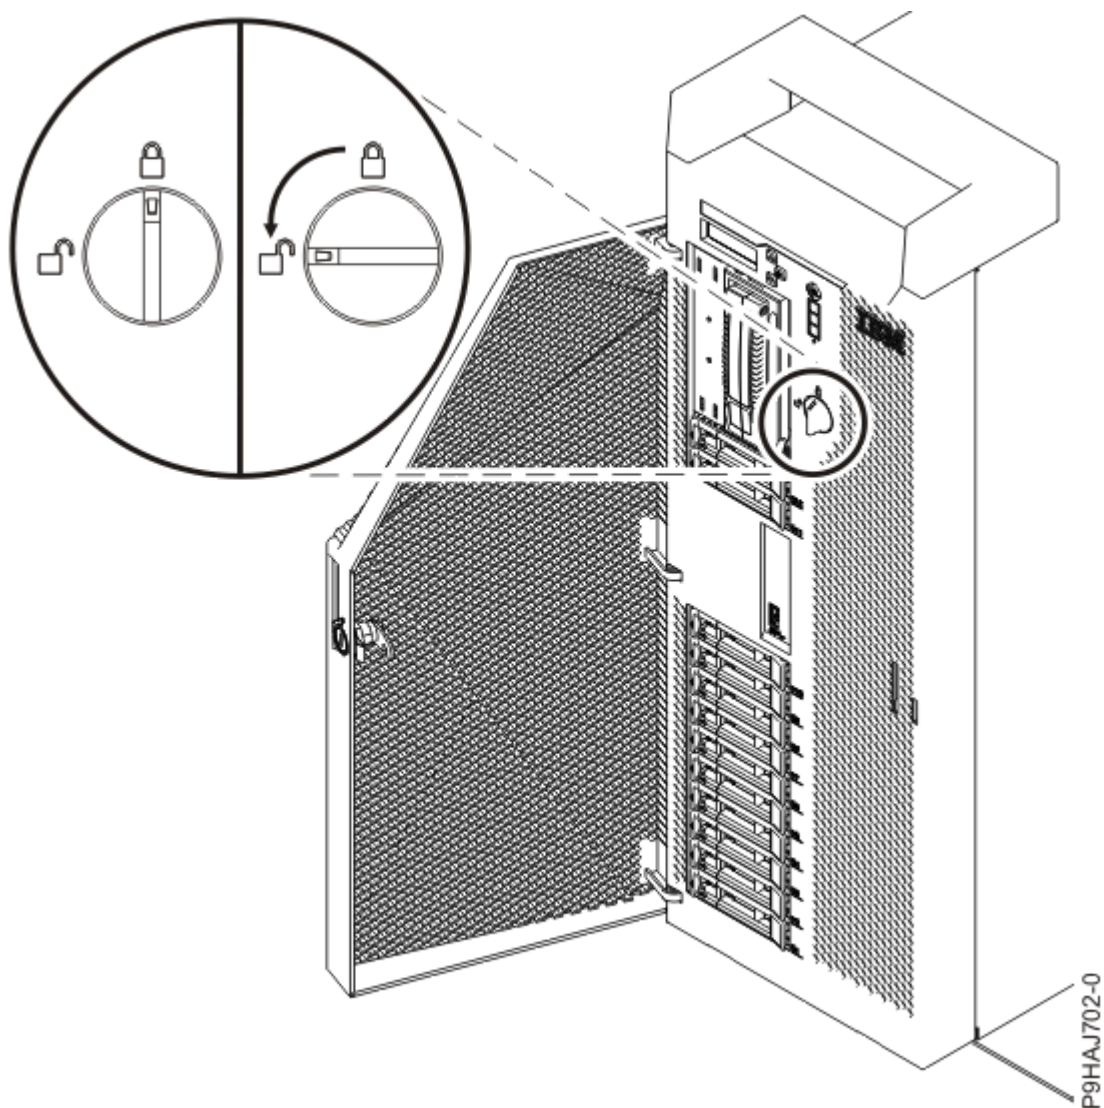

図 38. 前面カバー・ラッチのオープン
- c) カバー・ラッチを左 (反時計方向) にひねってカバーをアンロックします (40 ページの図 38 を参照)。